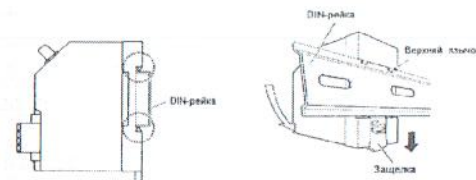

Рис.2 Монтаж проксимитора
9.2 Методика крепления проксимитора WK отличается в зависимости от модели: на DIN-рейку 35 мм или непосредственно на корпус или панель (рис. 2)